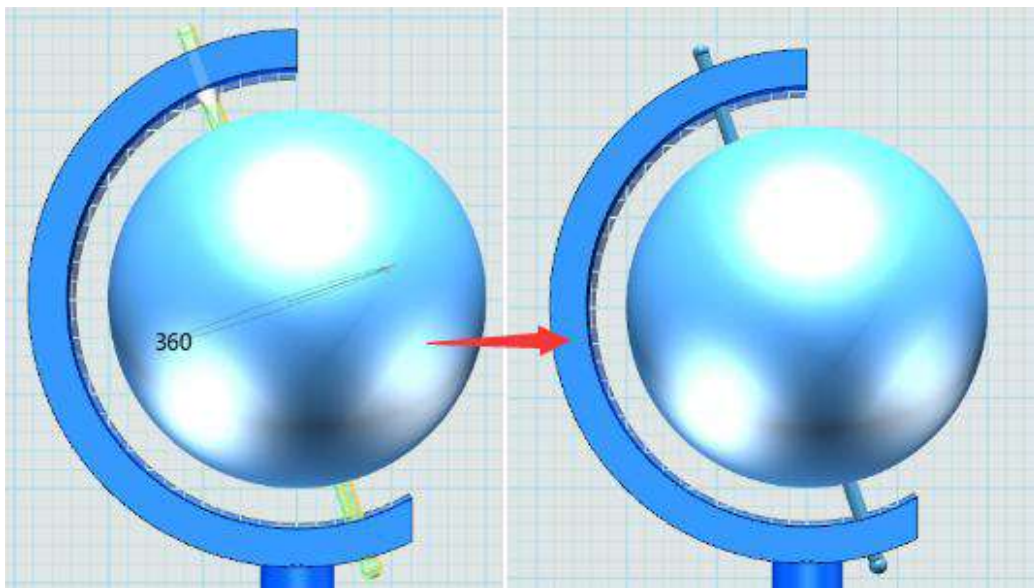

图 1-9
Step 9 选择“特征造型”  中的“旋转”  ，旋转轴线选择草图的 158MM 长的直线，旋转角度 360 度，如下图 1-9 所示：